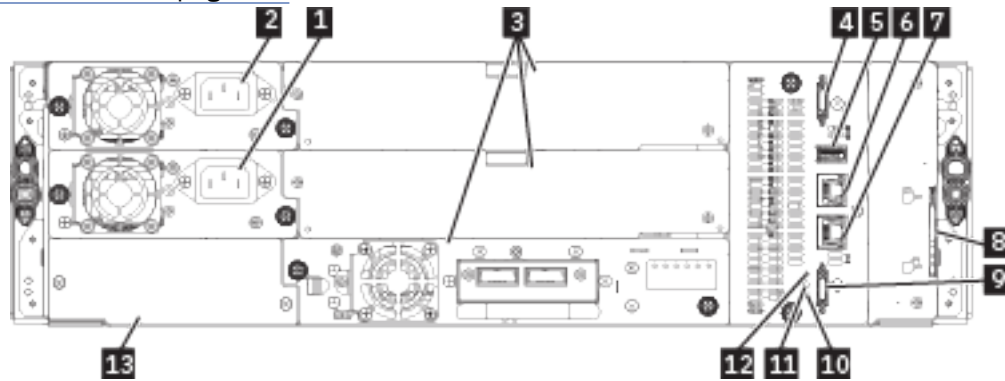

Figure 64. Panneau arrière
2. A l'arrière de chaque module (base et extension), sur le contrôleur de module, voir Figure 64, à la page 105 et Tableau 42, à la page 105.